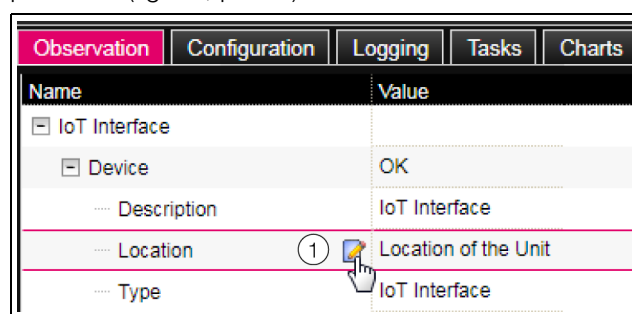

Fig. 22 : paramètres à modifier avec le symbole « Edit »
Tous les paramètres qui peuvent être modifiés possèdent un symbole « Edit », sous forme de bloc-notes stylisé avec stylo, derrière le paramètre correspondant si vous placez le curseur de la souris dans la ligne correspondante (fig. 22, pos. 1).